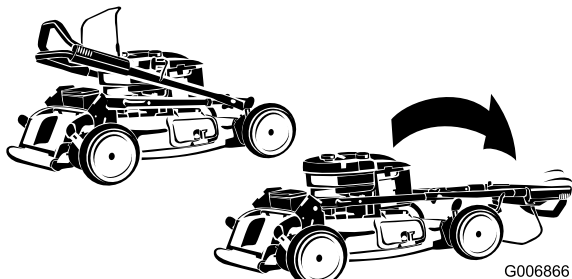

Рисунок 3
1. Осторожно перемещайте верхнюю рукоятку вперед до тех пор, пока половинки рукоятки не окажутся на одной линии и не сложаются вместе, как показано (Рисунок 3).